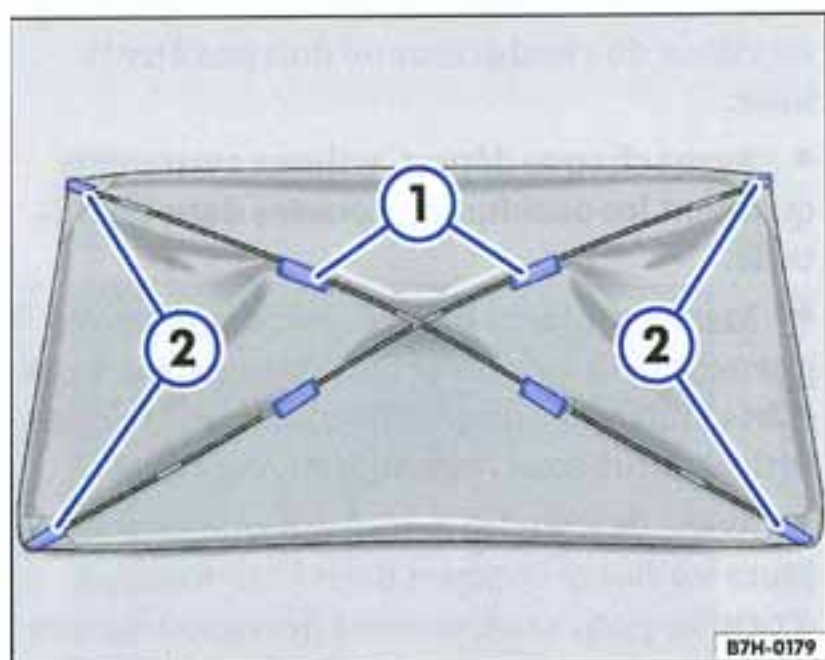

Fig. 30 Occultation pour le pare-brise à l'état assemblé
① et les baguettes en fibre de verre ②.
- Faites passer les baguettes en fibre de verre l'une après l'autre, en diagonale, dans les tunnels prévus à cet effet ⇒ fig. 30
① au dos de la toile.
- Introduisez une extrémité de la baguette en fibre de verre dans l'une des poches de coin ②.
- Procédez pareillement avec l'autre extrémité de la baguette en fibre de verre et introduisez-la dans la poche de coin d'en face ②. Pour cela, il faut quelque peu plier la baguette en fibre de verre ⇒ ⚠ au chap. « Éléments d'occultation pour le pare-brise et les glaces latérales », page 44.